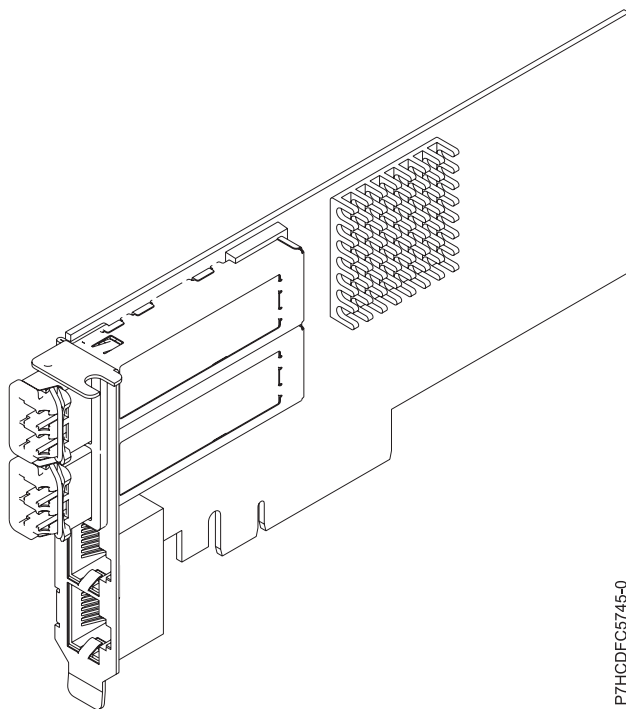

Figura 36. Adaptador FC EL3C
El adaptador de cuatro puertos proporciona dos puertos twinaxiales de cobre FCoE de 10 Gb y dos puertos Ethernet RJ45 de 1 Gb. Los dos puertos FCoE de 10 Gb están conectados mediante conectores de tipo pequeño (LC). Cada puerto FCoE proporciona conectividad Ethernet con una velocidad de datos nominal de 10 Gbps (gigabits por segundo). Cada uno de los puertos de 1 Gb proporciona conectividad Ethernet a una velocidad de datos de 1 Gbps y está conectado con cables Ethernet. Una velocidad de datos de 10 Mb no está soportada. La Figura 36 muestra el adaptador FC EL3C.